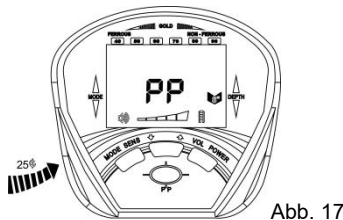

Abb. 17
b) Nehmen Sie eine 25 € -Silbermünze und nähern Sie sich damit langsam der Suchspule. Bei einer Position von etwa 18 cm bis 20 cm werden die ersten Signaltöne ausgegeben, wobei die Töne lauter und höher werden. Wenn Sie die 25-€-Silbermünze weiter bewegen, wird die Signalstärkenanzeige schnell voll, der Ton wird lauter und dann zeigt die Tiefenanzeige die Tiefe an, bis nur noch ein Balken der Anzeige übrig ist, was anzeigt, dass sich das Metall allmählich der Mitte der Suchspule nähert (siehe Abb. 17).